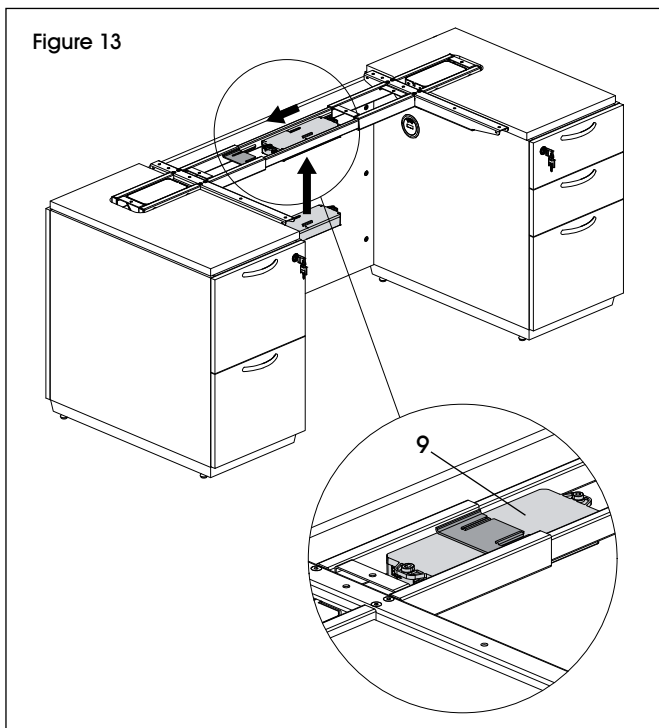

Figure 13
13. Glissez le boîtier de commande (9) jusqu'à l'emplacement adéquat sous le cadre central (8). (Voir Figure 13)